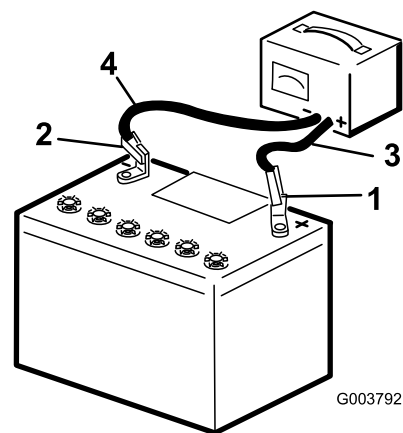

Figura 44
2. Cargue la batería a un ritmo de 3 a 4 amperios durante 8 horas (Figura 44). No sobrecargue la batería.
3. Cuando la batería esté completamente cargada, desconecte el cargador de la toma de electricidad, luego desconecte los cables del cargador de los bornes de la batería (Figura 44).
1. Usando las fijaciones que retiró anteriormente, conecte el cable positivo (rojo) al borne positivo (+) de la batería (Figura 44).
3. Usando las fijaciones que retiró anteriormente, conecte el cable negativo (negro) al borne negativo (-) de la batería (Figura 44).
4. Sujete la batería con la barra y las tuercas de orejeta (Figura 44).